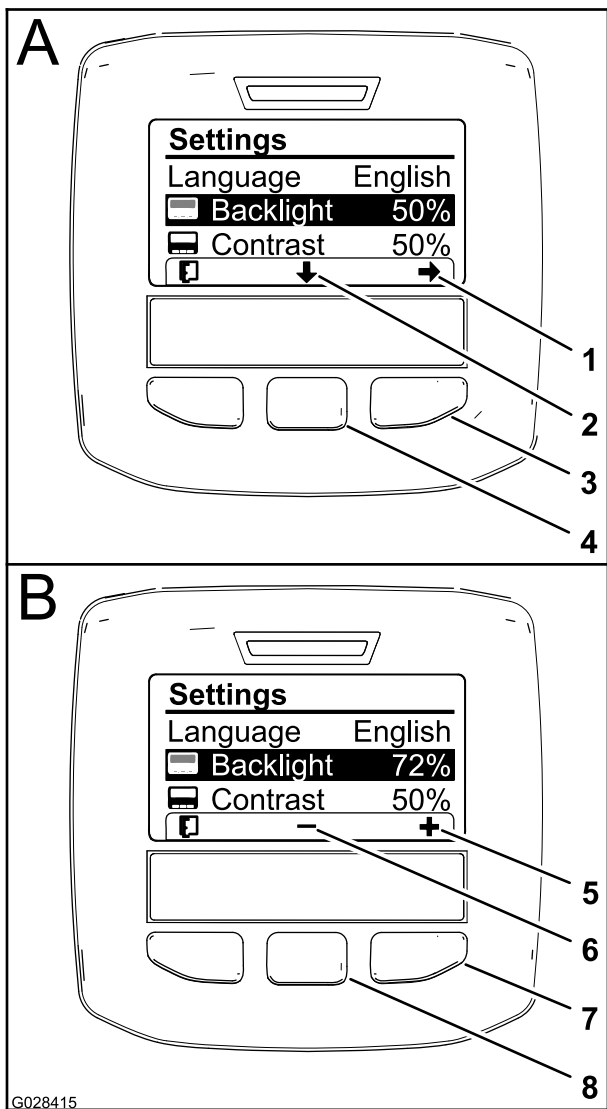

Рисунок 63
стрелкой вниз на дисплее), чтобы выбрать настройку Backlight (Подсветка) (Рисунок 63).
3. Нажмите правую кнопку выбора, чтобы вывести на дисплей параметр для изменения величины (Рисунок 63).
4. С помощью средней и правой кнопок выбора измените уровень яркости дисплея (Рисунок 63).
5. Нажмите левую кнопку выбора (кнопка под значком списка на дисплее), чтобы сохранить выбранный вариант, выйдите из меню Backlight (Подсветка) и вернитесь в меню Settings (Настройки) (Рисунок 63).
6. Чтобы изменить уровень контрастности дисплея, нажмите среднюю кнопку (кнопка под значком «стрелка вниз» на дисплее), чтобы выбрать настройку Contrast (Контрастность) (Рисунок 63).
7. Нажмите правую кнопку выбора, чтобы вывести на дисплей параметр для изменения величины (Рисунок 63).
8. Нажмите левую кнопку выбора (кнопки под значком «список» на дисплее), чтобы сохранить выбранный вариант, выйти из меню Contrast (Контрастность) и возвратиться в меню Settings (Настройки) (Рисунок 63).
9. Нажмите левую кнопку выбора, чтобы выйти из меню Settings (Настройки) и возвратиться в Main Menu (Главное меню) (Рисунок 61 и Рисунок 63).
10. Нажмите левую кнопку выбора для возврата на главную страницу (Рисунок 63).